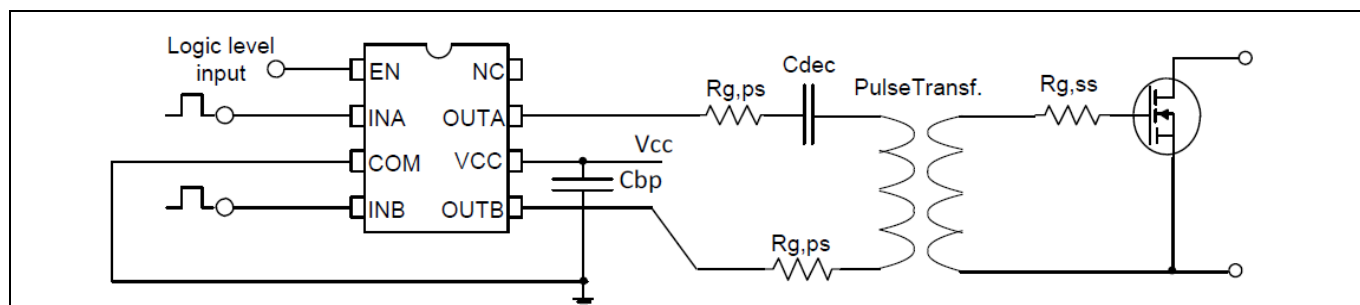

图 5 桥接式栅极驱动器配置
这是一种流行配置，允许使用低边栅极驱动器来驱动高边 FET，图 5 显示单个 FET 驱动的典型示意图：
- $V_{\mu s}$  额定值：必须考虑这一系数，在双极驱动应用(如图 5 所示)的最大值是该参数的两倍，大多数制造商仍然可以接受，这个系数必须根据下面的公式选择：